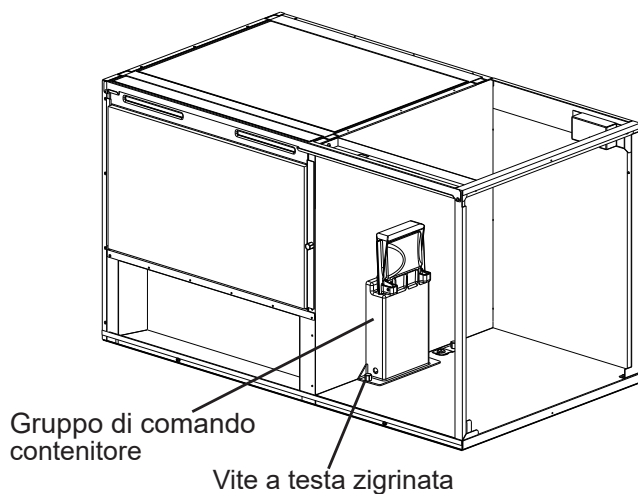

Fig. 3
- b. Rimuovere la vite a testa piatta e il gruppo di comando del contenitore dall'interno della macchina. Vedere Fig. 3.